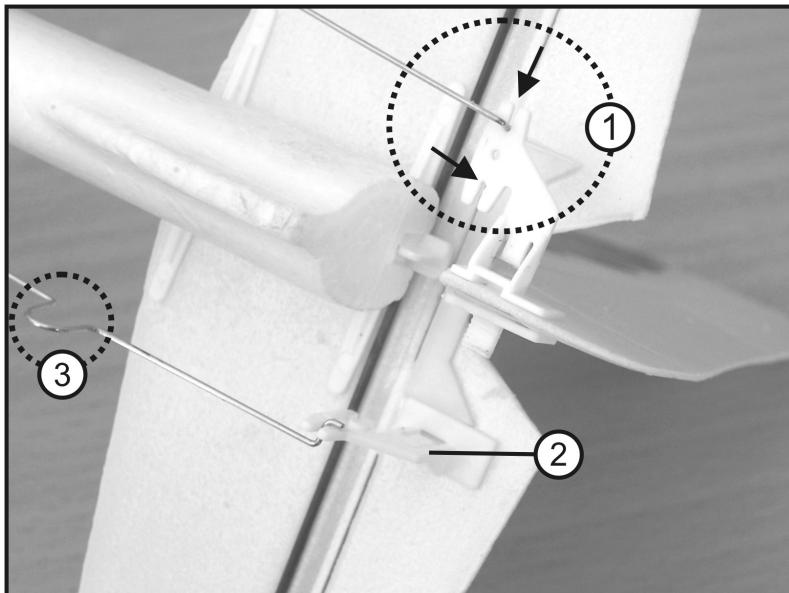

Bild 11
Sollten Seiten- und Höhenruder in der senderseitigen Mittelstellung der Trimmung nicht exakt ausgerichtet sein, so kann z.B. mit Hilfe der Biegung im Anlenkdraht das Seitenruder bzw. das Höhenruder (wie in Bild 11 Pos. 3 dargestellt) exakt ausgerichtet werden. Je nach Bedarf kann die Biegung zusammengedrückt oder etwas erweitert werden. Verwenden Sie dazu eine kleine Spitzzange oder eine Pinzette und arbeiten Sie mit dem erforderlichen Fingerspitzengefühl.
- In Bild 11 Pos. 1 (Seitenruder) bzw. Bild 11 Pos. 2 (Höhenruder) sehen Sie bei der Ruderanlenkung den am Ruderhorn außen eingeklipsten Anlenkdraht. Für geübte Piloten, die etwas mehr Ausschlag am Seiten- bzw. Höhenruder wünschen, können die jeweils außen eingeklipsten Anlenkdrähte an der inneren Position eingeklippst werden (siehe Pfeil). Verwenden Sie hierzu eine Spitzzange und gehen Sie vorsichtig vor, um das Modell nicht zu beschädigen..